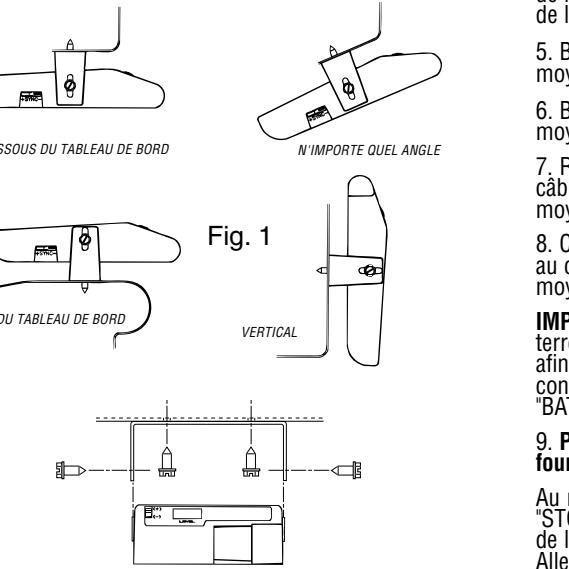

Fig. 1
1. Choisissez un emplacement d'installation convenable (Voir la Fig. 1).